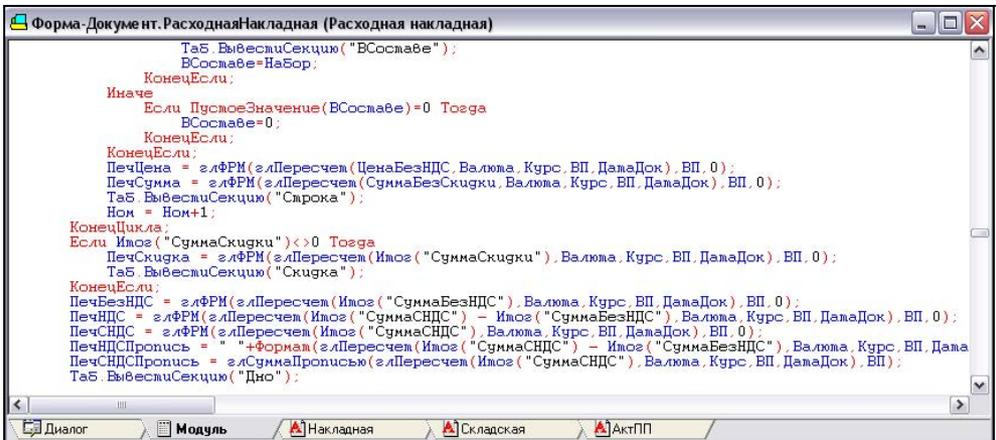

Рис. 5.85. Часть процедуры Печать () модуля расходной накладной
19. Теперь у читателя может возникнуть закономерный вопрос — а что такое **ПечСНДСПеня**, которая, явно, определяет сумму пени? Что такое **ПечСНДС** видно, эта величина проставлена в ячейке **Всего с НДС**, а **ПечСНДСПеня** где определяется?. Сейчас дойдем и до этого. Для этого переходим на закладку **Модуль** и в окне программного кода ищем процедуру **Печать ()**. Нашли? Вспомните методику поиска в тексте модуля. Нас интересует следующая часть процедуры (рис. 5.85).